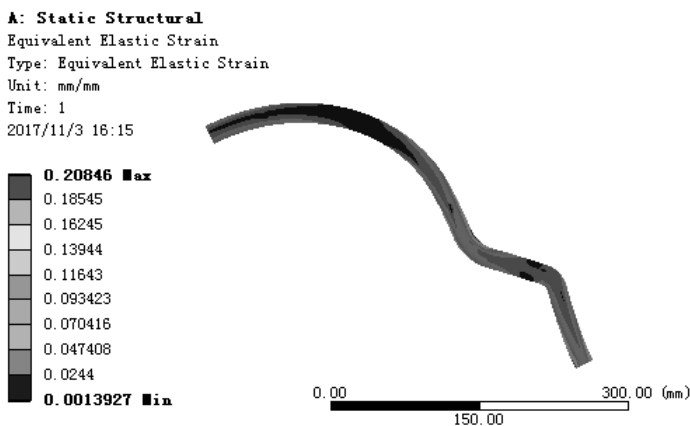

图 7.5.54 应变结果图解
(4) 查看应变结果图解。在“Outline”窗口中选中  **Equivalent Elastic Strain**，查看图 7.5.54 所示的应变结果，其最小应变为 0.0013927 mm/mm，最大应变为 0.20846 mm/mm。